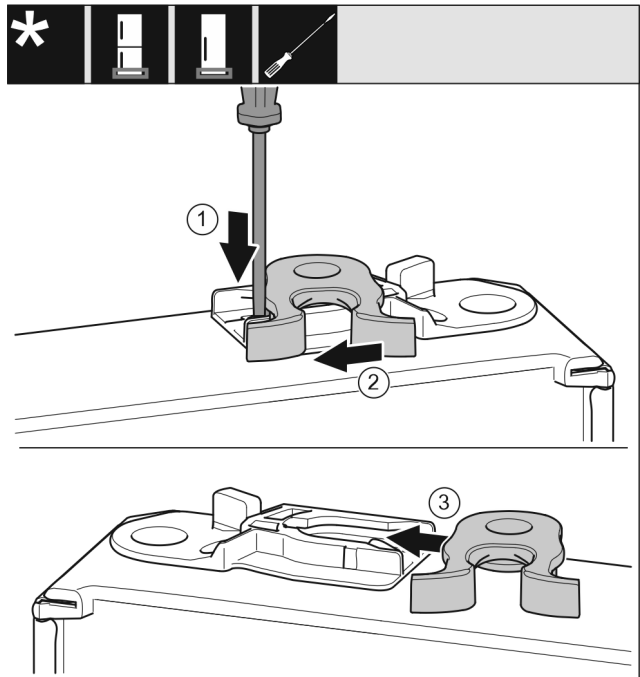

Fig. 16
- Shtypni për poshtë gjuhëzën me një kaçavidë me kokë petë. Fig. 16 (1)
- Nxirrni jashtë nga foleja udhëzuese grepat e mbylljes. Fig. 16 (2)
- Shtyni poshtë grepat e kapjes në folenë udhëzues në anën tjetër. Fig. 16 (3)